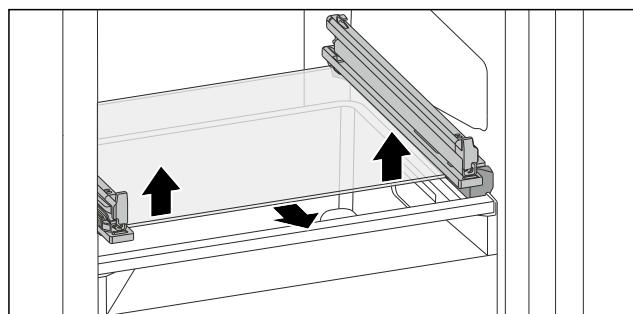

Fig. 73 Glasplatte des abklippbaren Schubfachs
- Glasplatte von unten beidseitig nach oben drücken. (siehe Fig. 73)